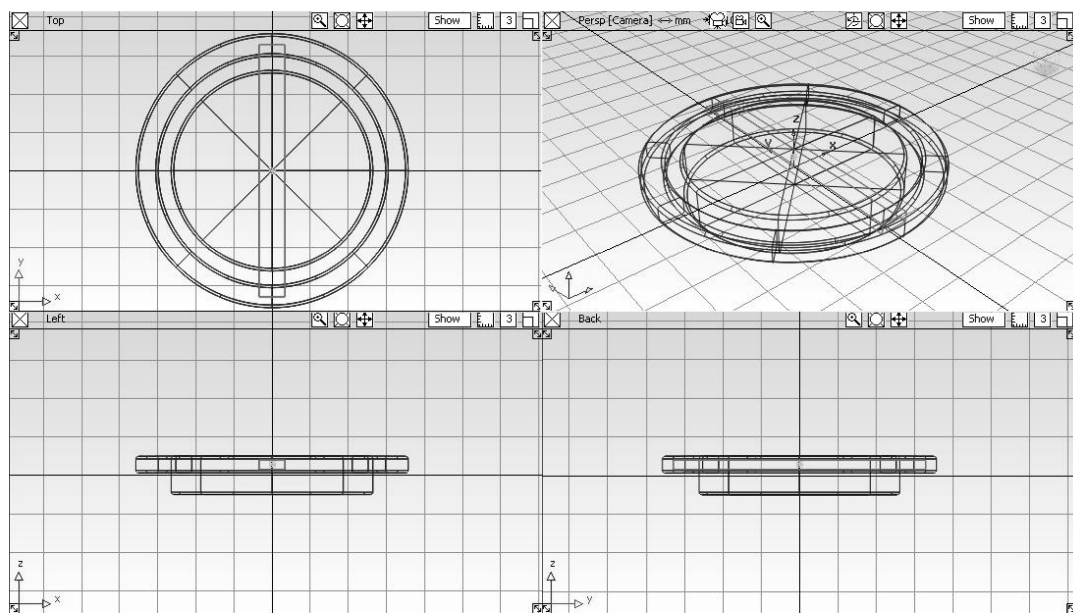

图 5-70 创建立方体
- 14 取消着色显示。选择【Cube】工具, 在【Top】正交视窗中，按住键盘上的【Atl】键，在 origin 处创建一个立方体，通过操纵器变换立方体，在【Left】正交视窗中调整其位置，如图 5-70 所示。